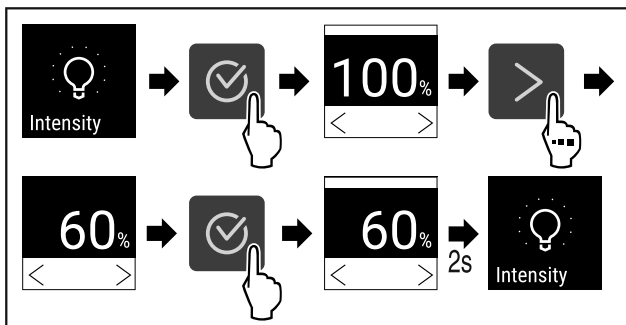

Fig. 89
- ▶ Изпълнете стъпките (виж Fig. 89).